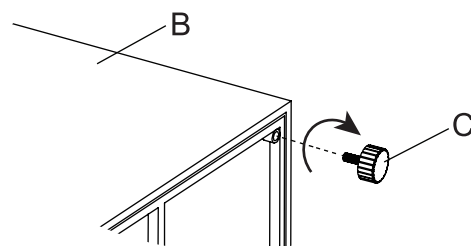

Figure 1
1. Cu ajutorul unei alte persoane, așezați cu grijă șemineul (B) pe o suprafață plană, neabrazivă, pentru a evita zgârieturile. Verificați cele patru colțuri de jos, aliniați piciorușele (C) cu găurile și înșurubați în sensul acelor de ceas (vezi Figure 1).